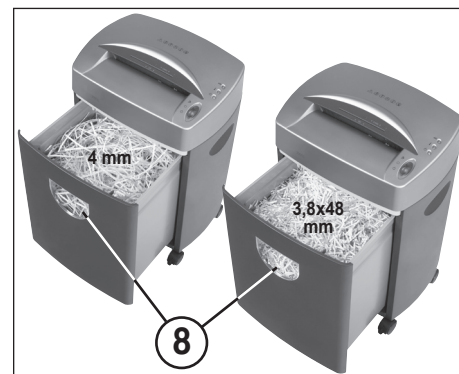

fig. 3
### POUR VIDER LE RÉCIPENT (Fig. 3):
Il faut vider le récipient collecteur lorsque le matériel déchiqueté apparaît dans la fenêtre de contrôle de niveau (8) (fig. 3).